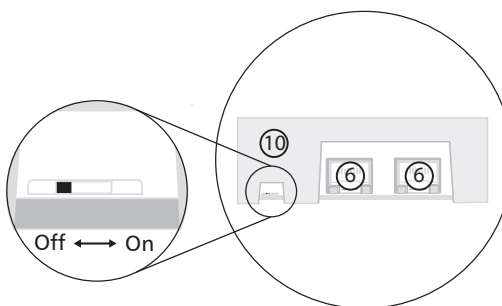

Fig. 5: Componenti sul lato frontale e inferiore dell'involucro
La posizione esatta della targhetta sull'apparecchio è indicata in Fig. 5, p. 8.
I tasti di comando (④ nella Fig. 5) hanno le seguenti funzioni:
Per la rappresentazione sul display (② nella Fig. 5) si consideri: